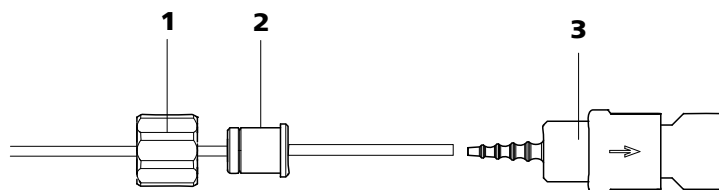

Figura 33 Instalar a conexão do tubo da bomba com filtro
Para proteger o MSM de material particulado ou da proliferação de bactérias, uma conexão de tubo com filtro (6.2744.180) (33-3) (ver figura 33, página 61) deve ser instalada entre a bomba peristáltica e os capilares de entrada do MSM.
- **Possibilidade A:** uma conexão do tubo de bomba **com filtro** 6.2744.180 (ver figura 33, página 61) ou